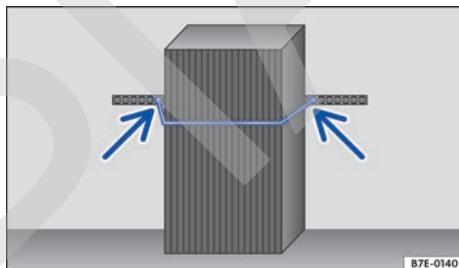

Fig. 90 Representación esquemática: fijar la carga.
- Coloque la cinta con hebilla alrededor de la carga → fig. 90 de modo que esta no se pueda deslizar.